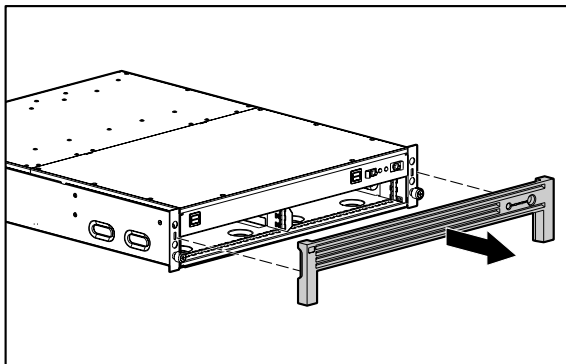

図 6: ベゼルの取り外し
1. 図 6 に示すように、ベゼルを手前に引っ張り、シャーシの前面から取り外します。